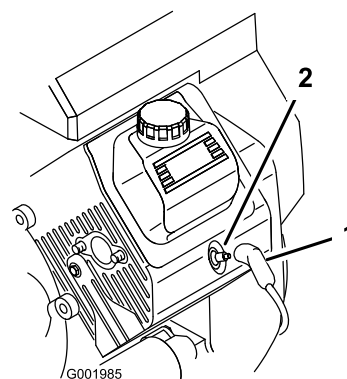

Figure 50
3. Débranchez les fils des bougies (Figure 50).
3. Rebranchez les bougies (Figure 50).